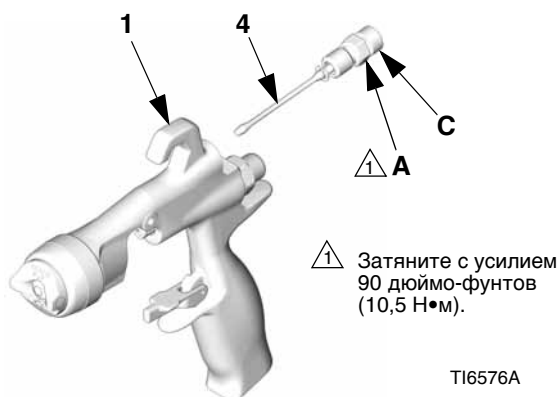

Рис. 34
2. Открутите уплотнительную гайку крана регулировки факела (A) с задней стороны корпуса пистолета (1). Выдвиньте кран регулировки факела (4) из корпуса пистолета. См. Рис. 34.
3. Перед повторной установкой поверните клапан регулировки струи (C) нового крана (4) полностью против часовой стрелки, чтобы предотвратить повреждение седла (5c). Установите новый кран в корпус пистолета (1). Закрутите уплотнительную гайку (A) на корпусе пистолета с усилием 90 дюймо-фунтов (10,5 Н•м).